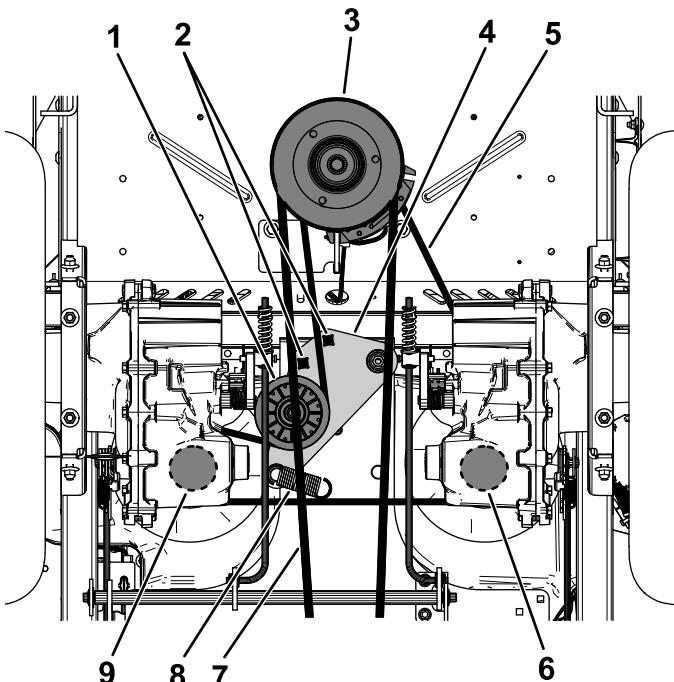

Рисунок 60
- Вставьте ключ с храповым механизмом на  $\frac{1}{2}$  дюйма или монтировку в одно из квадратных отверстий рычага натяжного ролика, чтобы снять натяжение с пружины натяжного ролика (Рисунок 60).
- Снимите имеющийся ремень с натяжного ролика, 2 шкивов привода гидравлических насосов и шкива двигателя (Рисунок 60).
- Проложите новый ремень вокруг натяжного ролика, шкива двигателя и 2 шкивов гидравлических насосов (Рисунок 60).